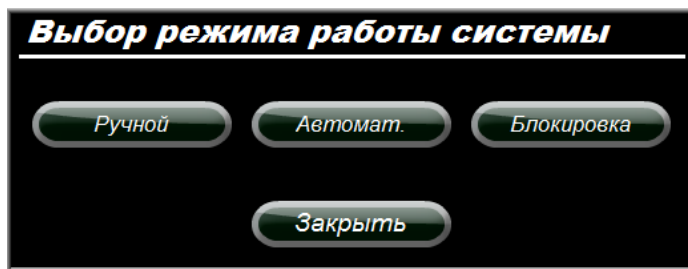

Рисунок 9.8 - Окно выбора режимов
9.14 При появлении неисправности в работе установки или объектах (направлениях), необходимо произвести соответствующий ремонт. На время выполнения ремонта автоматику станции нужно отключить для исключения возможности автоматического запуска станции. Для выполнения данной операции откройте окно выбора режима (рисунок 9.8), нажав на панели кнопку «Режимы».